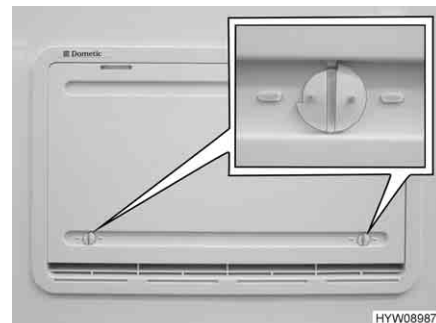

Fig. 156 Copertura invernale
Le coperture invernali (Fig. 156) proteggono il gruppo frigorifero dall'aria fredda. Posizionare le coperture invernali davanti a entrambe le griglie di aerazione quando la temperatura esterna scende al di sotto di +10 °C (sia per funzionamento elettrico che a gas).
- Aprire entrambi i bloccaggi (Fig. 156), la scanalatura risulterà orizzontale.